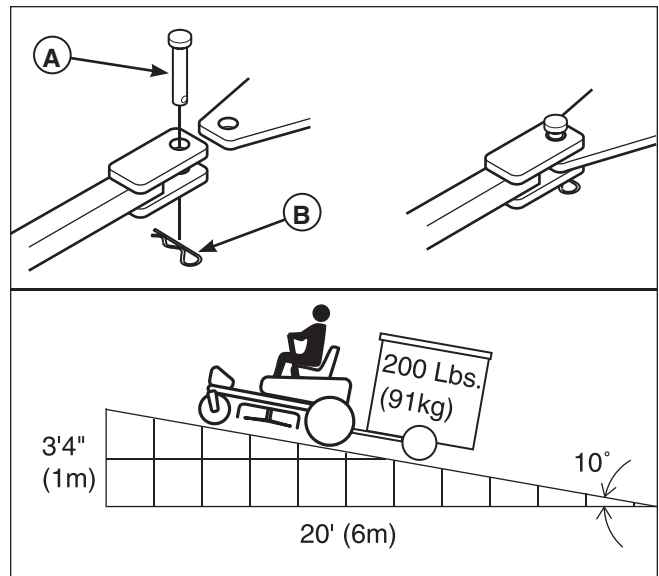

Figure 9. Recommandations pour le poids de la remorque
Le poids maximum d'une remorque remorquée doit être inférieur à 91kg (200 lbs). Bien attacher la remorque avec une goupille de chape de la bonne taille (A, Figure 9) et un clip (B).